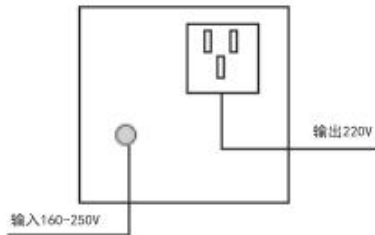

图1: 单相MPS-SL-0.5/1.5KVA接线图
输出容量与输入电压的关系见图 1。当输入电压低于 198V 时, 产品的输出容量就会减少, 必须降低容量使用; 选择输出电压为 110V 时输出容量不能超过额定容量的 50%, 以防过载。
- 4.7 当电网电压低于 198V (相电压)、342V (线电压)时，产品的输出容量就有所降低，必须减轻负载使用，其具体输出容量曲线按图 1 中的要求。
4.9 单相 2kVA~3kVA 产品欠压保护选择开关在底板后面，单相 10kVA 及三相 6kVA 及以上产品欠压保护选择开关在线路板上。产品在设计时有欠压保护功能，特殊情况下(电网电压低于输入范围下限以下)，选择去除此功能时(开关置于 OFF)，必须参照图 1 要求减少负载，并考虑低压对设备的影响程度。